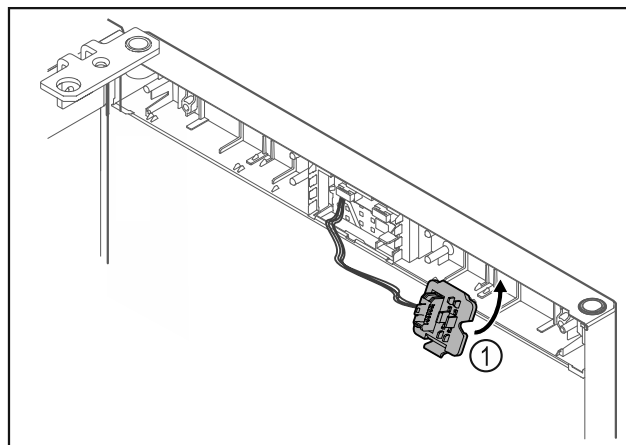

Fig. 21
- Klik stikholderen Fig. 21 (1) i på den modsatte side.